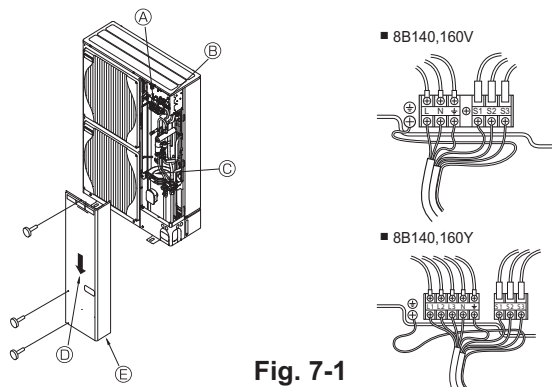

Fig. 7-1
### 7.1. Unidad exterior (Fig. 7-1)
- ① Extraiga el panel de servicio.
- ② Efectúe el cableado según se muestra en la Fig. 7-1.